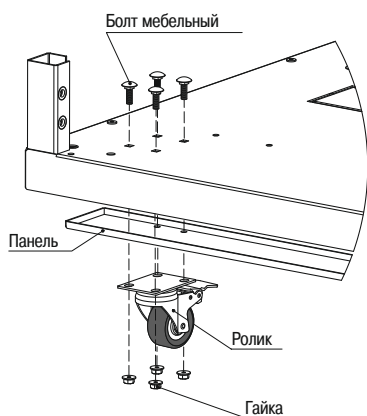

Рисунок 17 – Установка роликов
3.5.1 Для монтажа роликов в основании шкафа необходимо отвернуть панель, совместить посадочные отверстия ролика и панели с осями мебельных болтов, затем притянуть их к основанию гайками (рисунок 17). Допускается одновременная установка шкафа на регулируемые опоры и на ролики. В этом случае опоры крепятся к основанию так, как описано в 3.1.1.